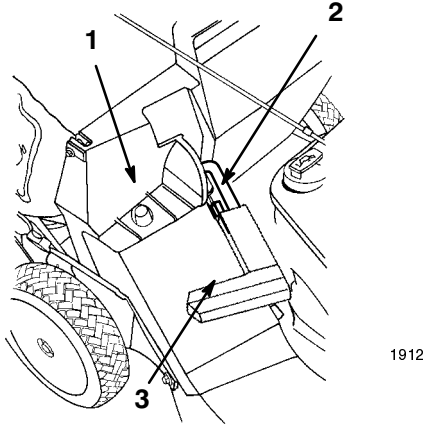
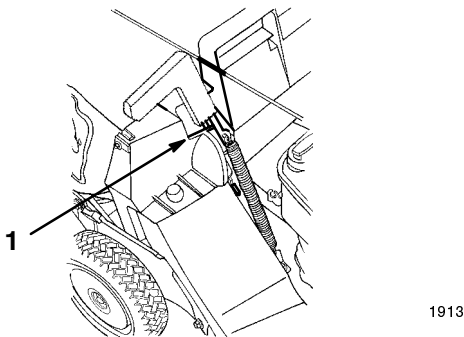

Figure 38
Figure 39
2. Vérifiez que la poignée du volet d'éjection est complètement abaissée vers l'avant et que l'ergot est bien engagé dans son logement (Fig. 38).
3. Accrochez le cadre du sac par le trou sur l'ergot de retenue situé sur l'éjecteur (Fig. 38).
5. Tirez la poignée du volet d'éjection vers l'avant pour dégager le goujon et le faire passer après la rampe du volet du sac, puis repoussez la poignée vers l'arrière pour bloquer le goujon dans l'encoche du sac (Fig. 39).
8. Tirez la poignée du volet d'éjection vers le haut et hors de l'encoche du sac (Fig. 39), puis vers l'avant pour qu'elle s'engage l'arrêt (Fig. 38).